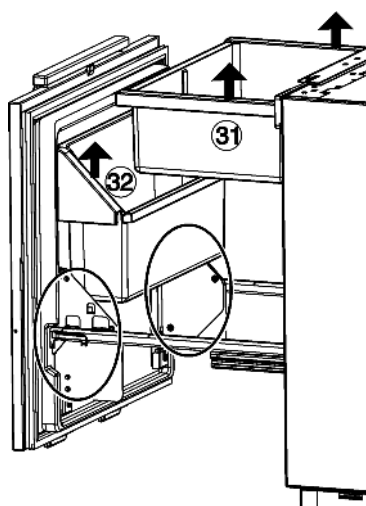

Fig. 21
- Ёмкость для овощей Fig. 21 (31) и полку для бутылок Fig. 21 (32) приподнимите.
- ▶ Снова вставьте полку для бутылок Fig. 21 (32) и ёмкость для овощей Fig. 21 (31).